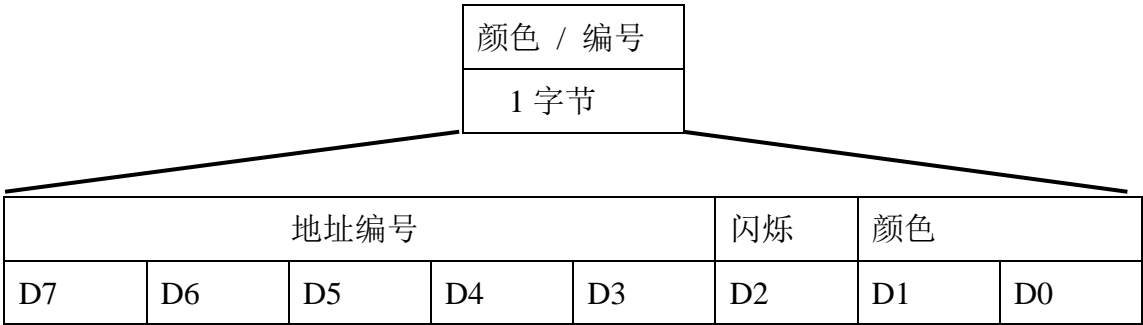

图 A.2 颜色 / 编号数据格式
- (1) 帧头：2 字节，固定数值为 55H、AAH，表示一帧的开始；
- (2) 倒计时显示器数量：1 字节，1~32 个，数值用 16 进制表示。用来说明本包数据内倒计时显示器具体数量，最大支持到 32 个倒计时显示器。
- (3) 数据区：N X 2 字节，N 为倒计时显示器数量。每个倒计时显示器用 2 个字节描述，分别为颜色 / 编号和显示数据。“颜色 / 编号”数据格式见图 A.2。显示数据：（1~255）s，数值用 16 进制表示：